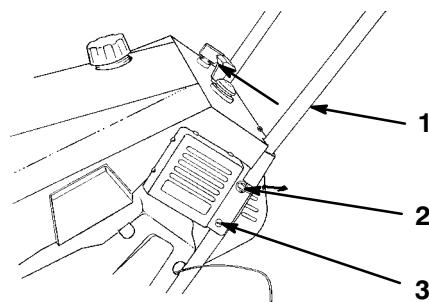

Figure 3
- Fixez le côté gauche du mancheron avec une vis, un boulon à œil et une entretoise (Fig. 3).